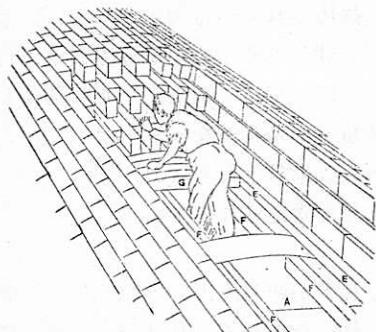

図5 トンネルアーチ部分の煉瓦積み
しかし、トンネルやアーチ橋のアーチ部分のみは、ごく一部の例外を除いて基本的に長手積みが用いられており、稀れにトンネルの側壁部分も長手積みで仕上げられています。アーチ部分に長手積みが徹底して用いられる理由としては、①図5のように狭隘な場所でセントルの周囲に煉瓦を効率よく